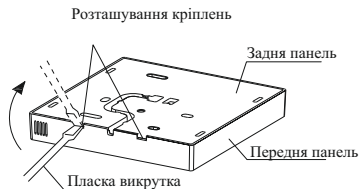

Рис. 3-2
- Вставте пласку викрутку в пази в нижній частині дротового контролера (2 місця) і зніміть верхню частину провідного пульта. (Рис.3-2)